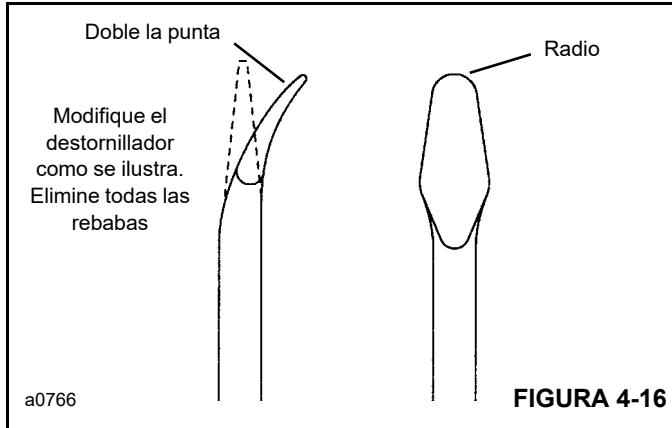
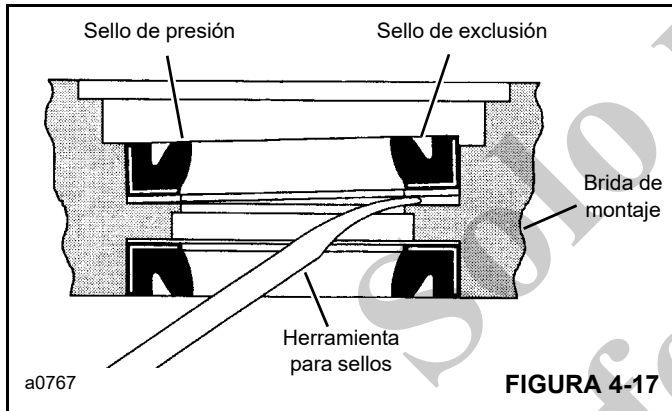

FIGURA 4-16
FIGURA 4-17
14. El sello de exclusión (2), el anillo de respaldo (4), el sello de presión del eje (5) y el sello (6) saldrán con la brida (3). Utilice la herramienta de extracción de sellos para retirar los sellos de exclusión y de presión (Figura 4-16 y Figura 4-17).